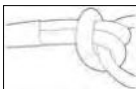

Abb. 1: Ankerstich an Einbindeöse, Verbindungsmittel für Adventureparks und Hochseilgärten
Bei der Verwendung dieses Systems mit einem Gurt nach EN 12277 ist das Verbindungsmittel an der Einbindeöse des Gurtes durch eine geeignete Verbindungstechnik, wie z.B. Ankerstich (siehe Abb. 1) oder Karabiner nach EN 362, zu befestigen. Bei der Verwendung dieses Systems mit einem Auffanggurt nach EN 361 erfolgt das sichere Verbinden an den Auffanggösen (A), die ggf. zur Anwendung kommenden einzelnen Verbindungselemente (Karabiner) müssen der EN 362 entsprechen und werden an diesen (A) befestigt.